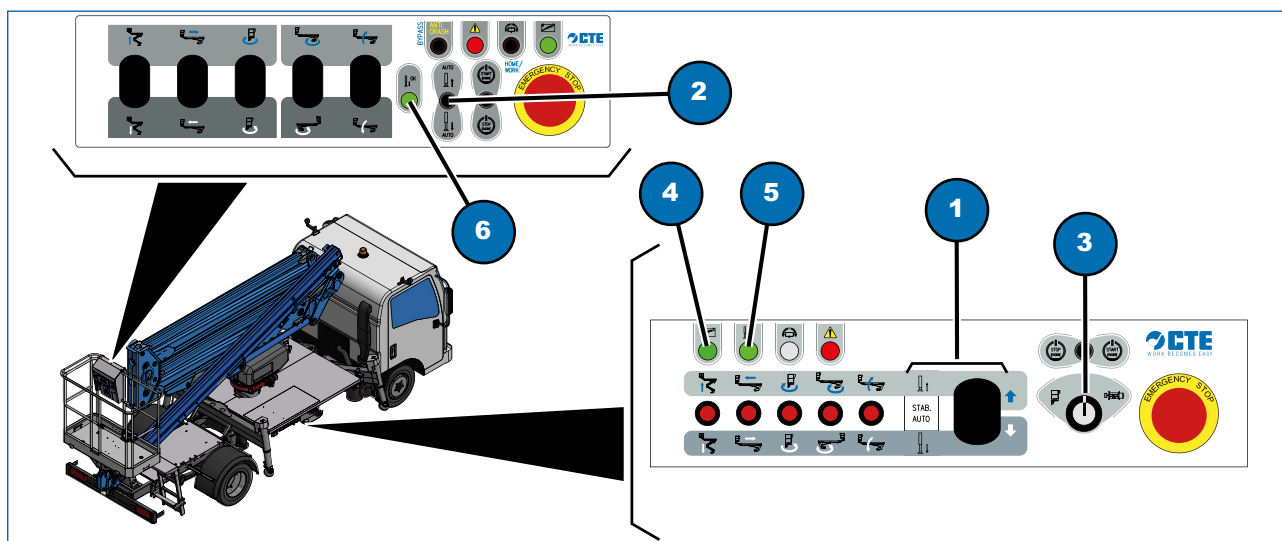

Fig. 15.2
La piattaforma può essere equipaggiata con stabilizzazione automatica che comporta la sostituzione del distributore idraulico con un distributore elettroidraulico, in telaio, e l'abilitazione della funzione "STAB. AUTO" della leva proporzionale (Fig. 15.2, 1) sul quadro comandi a terra e del selettore instabile (Fig. 15.2, 2) sul quadro comandi piattaforma di lavoro. Il distributore elettroidraulico permette l'azionamento degli stabilizzatori sia mediante leve che da comando elettrico.
- 2) Infilare la chiave nel selettore (Fig. 15.2, 3);
- 3) Ruotare il selettore (Fig. 15.2, 3) nella posizione "Comandi terra";
- la spia (Fig. 15.2, 4) si accende;
- 4) Verificare che la spia "STAB OK" (Fig. 15.2, 5) degli stabilizzatori sia spenta;
- 5) Azionare e mantenere azionata verso il basso la leva proporzionale (Fig. 15.2, 1) per effettuare la discesa automatica degli stabilizzatori, in modo da sollevare l'autoveicolo e scaricare le sospensioni.
- durante la procedura di stabilizzazione automatica la spia "STAB OK" (Fig. 15.2, 5) si spegne.
- Al termine della procedura controllare l'accensione della spia "STAB OK" (Fig. 15.2, 5), che indica l'avvenuta stabilizzazione dell'autoveicolo.
- 2) Infilare la chiave nel selettore (Fig. 15.2, 3)
- 3) Ruotare il selettore (Fig. 15.2, 3) nella posizione “Comandi piattaforma di lavoro”;
- 6) Verificare che la spia “STAB OK” (Fig. 15.2, 6) degli stabilizzatori sia spenta;
- 7) Azionare e mantenere azionato verso il basso il selettore instabile (Fig. 15.2, 2) per effettuare la discesa automatica degli stabilizzatori, in modo da sollevare l'autoveicolo e scaricare le sospensioni.
- Al termine della procedura controllare l'accensione della spia "STAB OK" (Fig. 15.2, 6), che indica l'avvenuta stabilizzazione dell'autoveicolo.